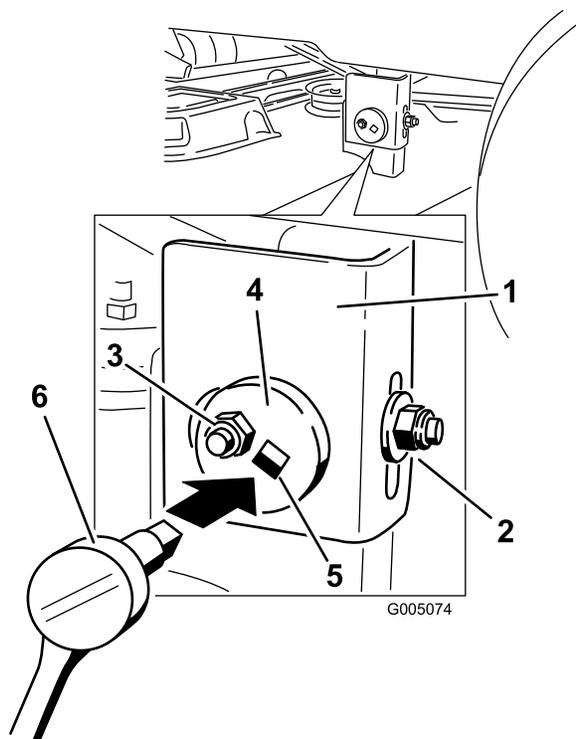

Figure 57
6. Passez au côté gauche de la machine. Desserrez sans le retirer, l'écrou de blocage arrière sur le support (Figure 57).
7. Desserrez l'écrou de blocage latéral sur le support jusqu'à ce qu'il soit possible d'ajuster la plaque excentrique (Figure 57). Utilisez une clé à douille munie d'une rallonge de 3/8 pouce pour manipuler la plaque excentrique. Utilisez une clé pour repositionner le tablier de coupe à la hauteur voulue et réglez-le pour que les mesures effectuées à l'opération 5 soient respectées à 5 mm (3/16 po) près.
8. Arrêtez le tablier de coupe et vérifiez sa hauteur, puis serrez l'écrou de blocage latéral sur le support pour fixer cette nouvelle position (Figure 57). Serrez l'écrou de blocage arrière sur le support.